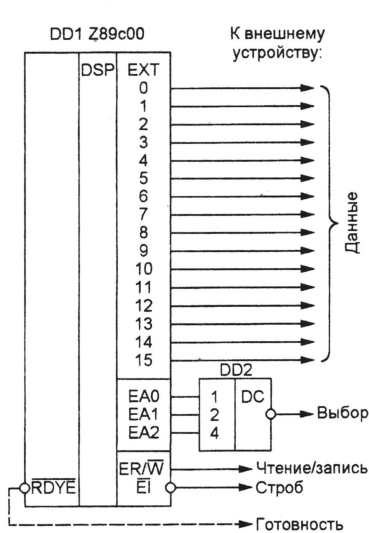

Рис. 2
К 16-разрядному порту ввода/вывода можно подключить до восьми ВУ. Он имеет шину данных EXT0—EXT15 и трехразрядную шину адреса EA0—EA2. Управление обменом производится с помощью сигналов чтения/записи (ER/W), стробирования (EI) и готовности данных (RDYE). Типовая схема подключения ВУ приведена на рис. 2. В процессоре предусмотрен также "порт пользователя", имеющий по два независимых входа и выхода, связанных со специальными разрядами регистра состояния процессора.